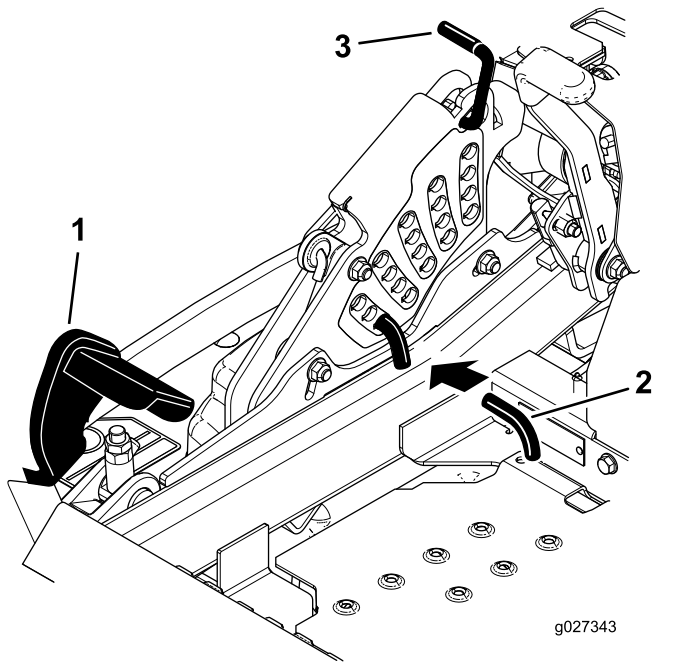

Figura 30
2. Premete il pedale di sollevamento del piatto di taglio e sollevate il piatto in posizione di blocco per il trasporto (corrispondente, inoltre, all'altezza di taglio di 140 mm) come illustrato nella **Figura 30**.
3. Per regolare, ruotate il perno di 90 gradi e togliete il perno dalla staffa dell'altezza di taglio (**Figura 30**).
4. Nella staffa dell'altezza di taglio scegliete un foro corrispondente all'altezza richiesta, ed inserite il perno (**Figura 30**).